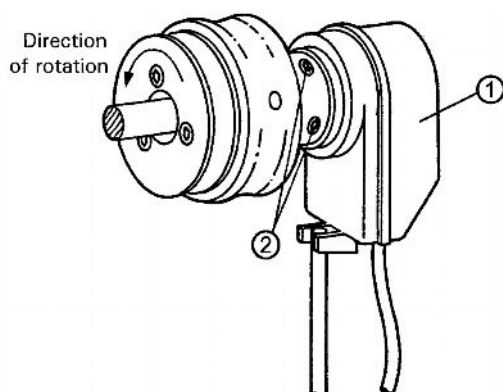

Рис. 2 Направление вращения
- 3.3. Направление вращения (рис. 2)
3.3. Направление вращения (рис. 2)
Датчик позиционирования устанавливается на валу машины (рис. 2).
В зависимости от вида, качества и толщины материала натяжение нити устанавливается гайкой регулятора натяжения нити 279.0624 (рис. 2). Толстая и крепкая нить требует большего натяжения.